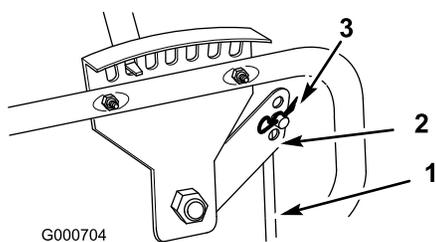

Figure 7
- Fixez le haut de la tige de commande de hauteur à la poignée de réglage de hauteur à l'aide d'une goupille fendue (Figure 7).